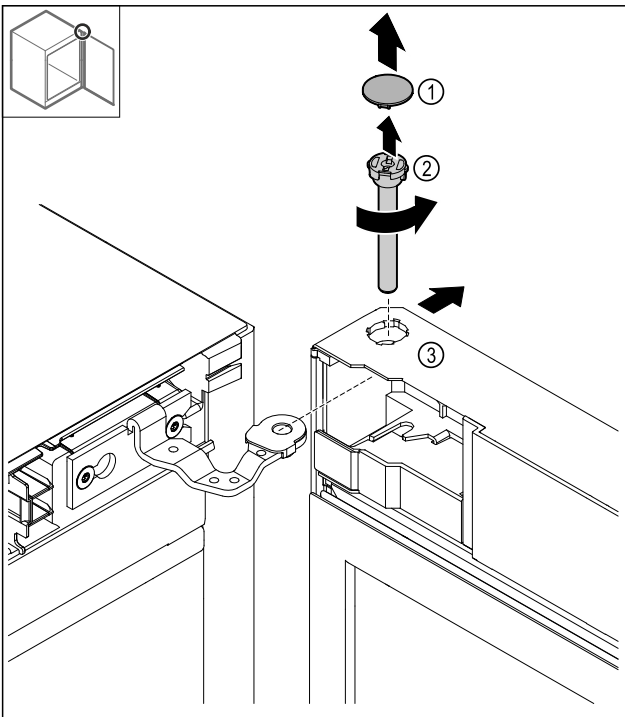

Fig. 18
- ▶ Ota suojus Fig. 18 (1) pois.
- ▶ Avaa pultit Fig. 18 (2) kiertämällä vastapäivään ja vedä ulos.
- ▶ Kallista ovea Fig. 18 (3) hieman.